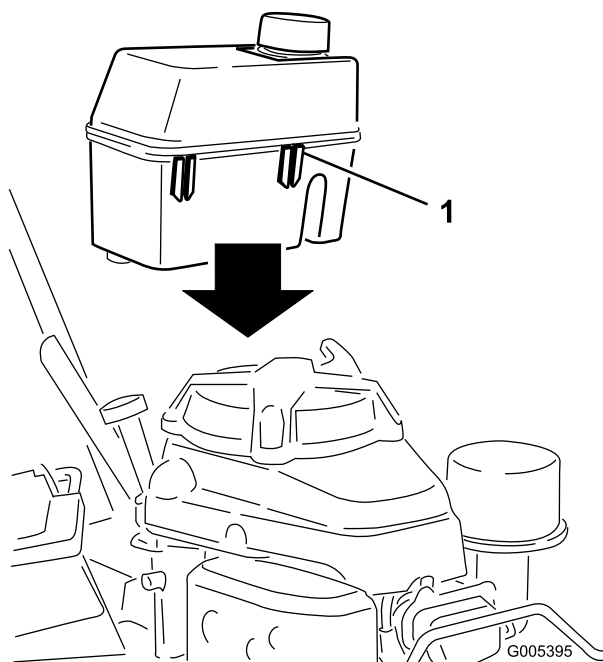

Figura 6
- Deslice los clips de plástico de la parte delantera del depósito de combustible sobre el soporte de montaje del depósito de combustible (Figura 6).